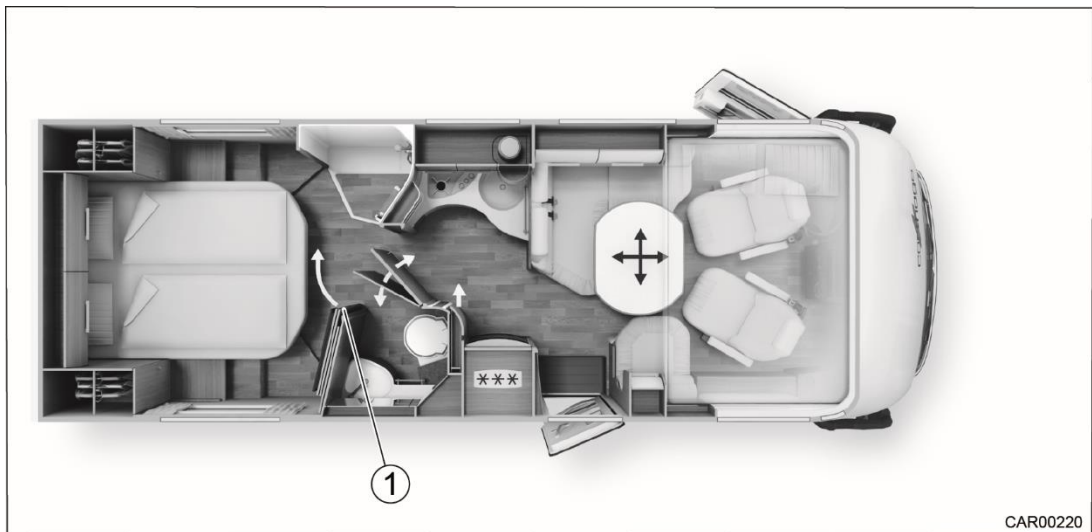

Fig. 81 Création d'un dressing au niveau de salle de bain spacieuse (double porte et porte coulissante en trois parties)
4. Ouvrir le bouton-pression (Fig. 81/1) pour desserrer le blocage de la paroi de séparation.